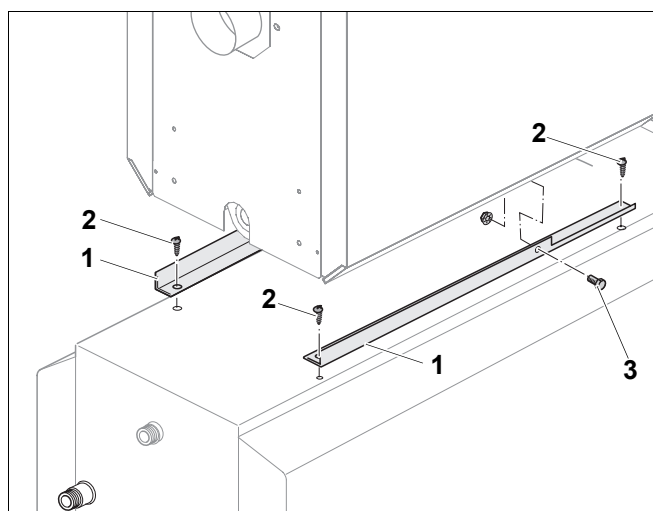

Рис. 3 Монтаж на крепежных уголках
* изображено на рис. 3, стр. 5
- Прикрепить уголки (рис. 3, поз. 1) справа и слева винтами (рис. 3, поз. 2) к баку-водонагревателю так, чтобы вырез на уголке располагался спереди (рис. 3).
- Вставить болт M8 x 25 (рис. 3, поз. 3) через боковое отверстие в уголке и продольное отверстие в опоре котла. На внутренней стороне накрутить по одной зубчатой гайке.